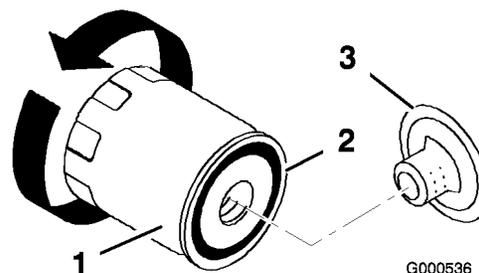

Figura 27
- All'occorrenza, cambiate il filtro dell'olio (Figura 27).
- Togliete il filtro usato e tergete la superficie della guarnizione dell'adattatore del filtro (Figura 27).
- Spalmate un velo di olio pulito sulla guarnizione di gomma del filtro di ricambio (Figura 27).
- Montate il nuovo filtro dell'olio sull'adattatore. Girate il filtro in senso orario finché la guarnizione di gomma non tocca l'adattatore, quindi serrate il filtro di un altro 1/2 o 3/4 di giro (Figura 27).